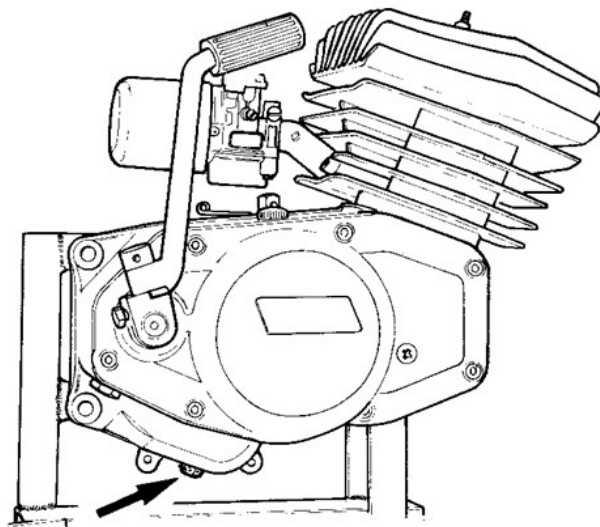

FIG. 8 Vite scarico olio
- 1) **TOGLIERE** l'olio dal motore rimuovendo l'apposita vite di scarico (fig. 8).